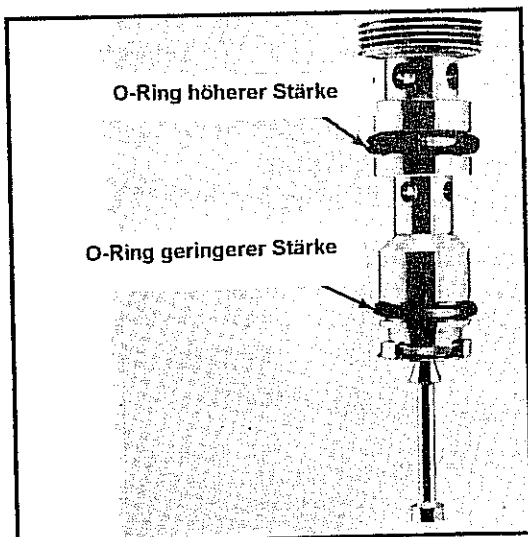

Abb. 2-108 Leerlaufregulierungsventil
- Falls entfernt, das Leerlaufventil im Vergasergehäusedeckel in Reihenfolge wie unten angegeben montieren. Hierbei sicherstellen, daß die O-Ringe in den Ringnuten richtig sitzen. Siehe Abb. 2-108.